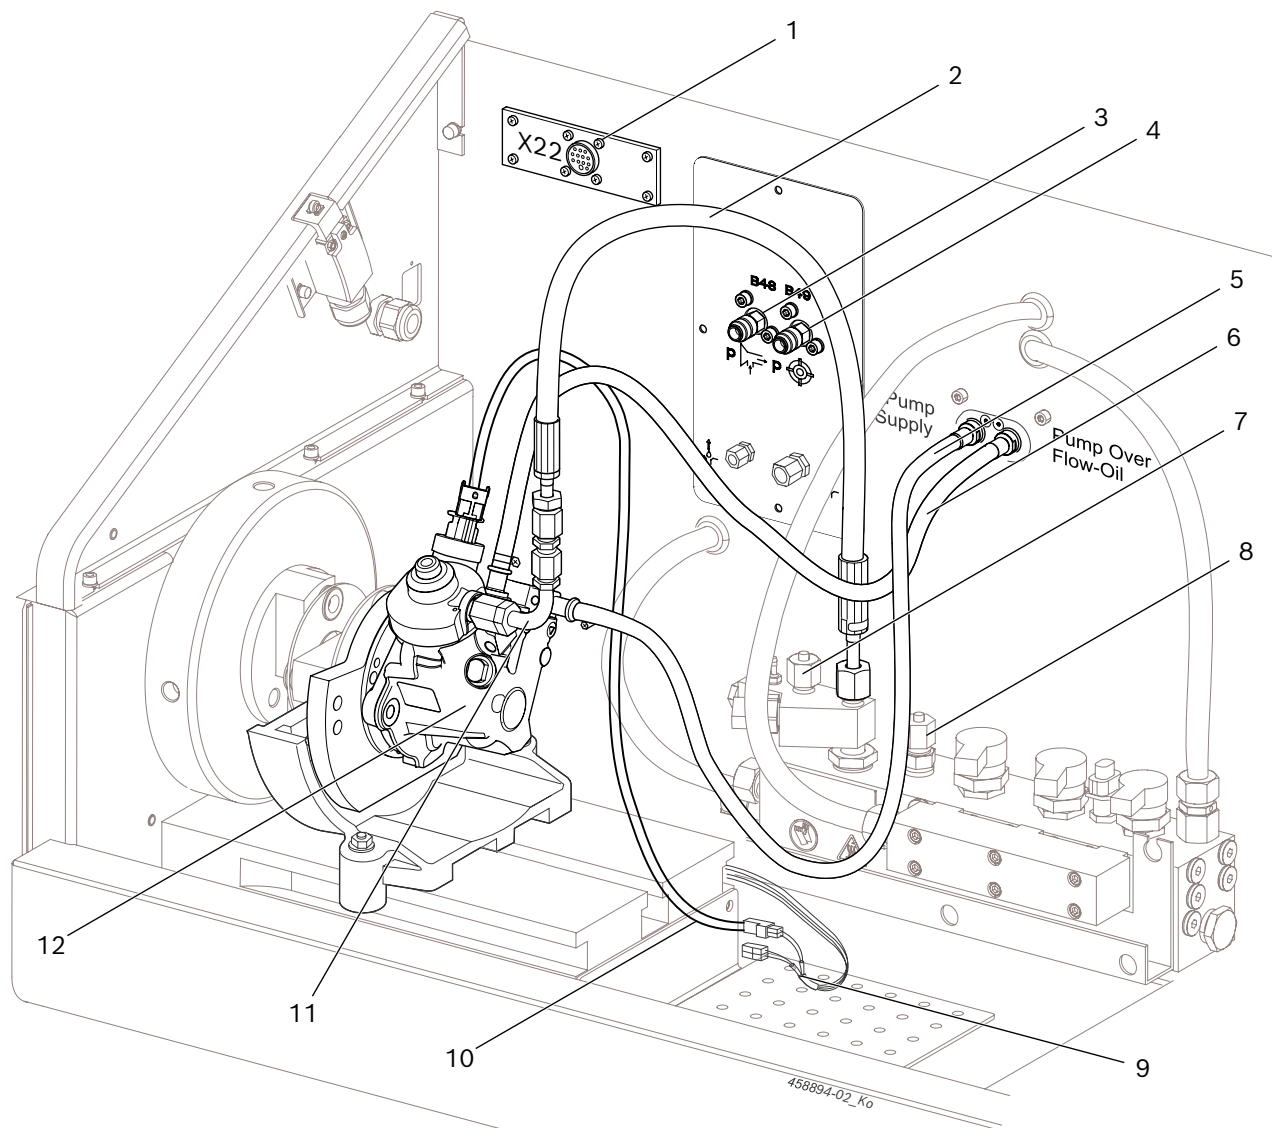

Fig. 2: Tilkobling CP4.1
1. Koble slangedninger for testoljetilførsel (fig. 2, pos. 5) og testoljeretur (fig. 2, pos. 6) til tiltenkte koblinger på CP4.
2. Koble høytrykksledning 1 680 712 324 (fig. 2, pos. 2) til høytrykksinngangen på høytrykksrillen og over testtrykkledning 1 680 750 123 (fig. 2, pos. 11) på høytrykksstilkoblingen til CP4 (tiltrekingsmoment = 25Nm – 30 Nm).
3. Steng tilkoblingen for høytrykksledningen til for-deler-rail CRI 846H eller CRI/CRIN 848H med en blindplugg på høytrykksrillen (fig. 2, pos. 7, 8).
Ved CP4.2 må blindpluggen på høytrykksrillen (fig. 2, pos. 7) fjernes og kobles til en ekstra høytrykkslangedning på høytrykksrillen og CP4.
4. Koble forbindelseskabel 1 684 463 946 (fig. 2, pos. 9) til X24 og forbind den via en pumpespesifikk adapterledning (fig. 2, pos. 10; ekstrautstyr) med CP4.
Adapteren 1 681 032 115 som befinner seg i delesettet 1 687 016 128 brukes transporttrykkmålingen for CP4 med tannhjulspumper. Før testing må adapteren monteres på CP4 og slangeledningen fra adapteren kobles til på B49 (fig. 2, pos. 4).
Slangeledningene som befinner seg i delesett 1 687 016 128 brukes for undertrykkmålingen. Koble til pumpespesifikk slangeledning på innsprøytningspumpen og på trykksensorholderen B48 (fig. 2, pos. 3).
- Er tilkoblingen på høytrykksrailen (til fordeler-rail CRI 846H) stengt med en blindplugg (fig. 2, pos. 8)?